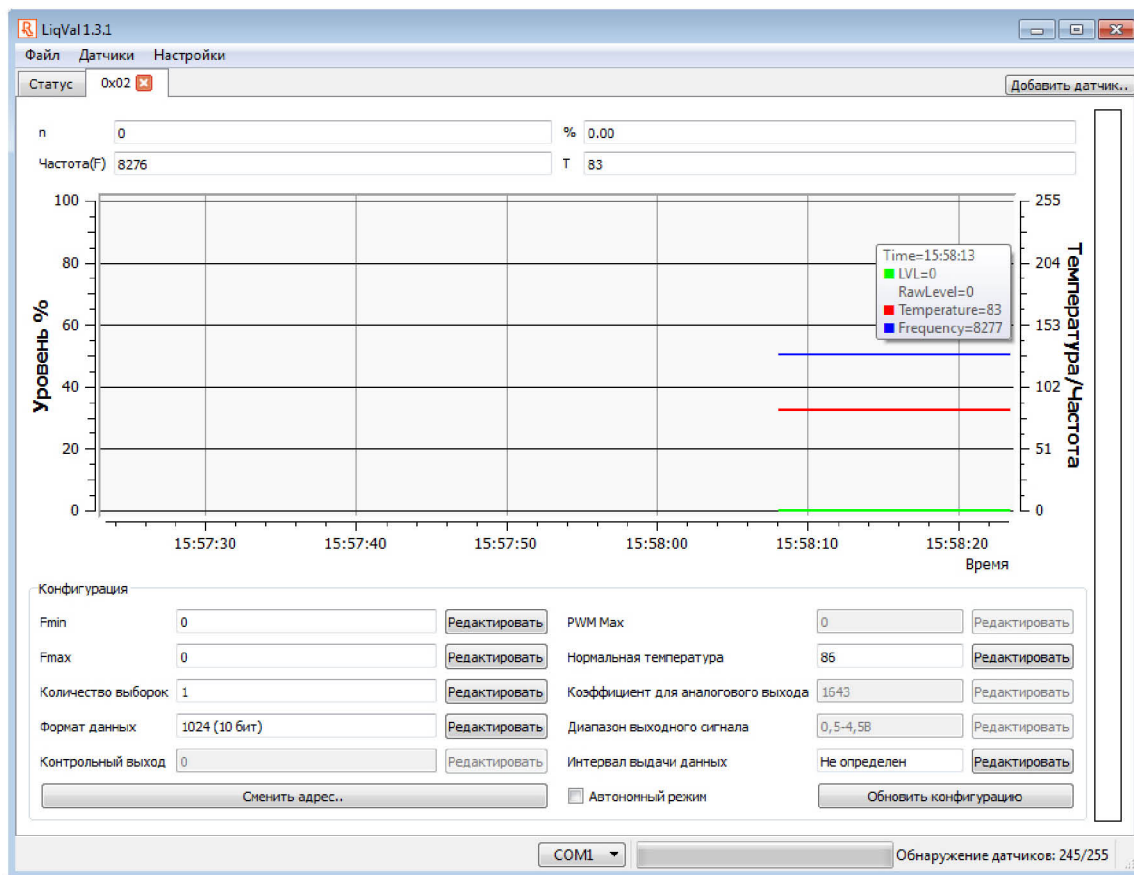

Рисунок 6. Вид окна программы после подключения к датчику
5. Программа произведет подключение к указанной модификации датчика, окно программы примет вид (рисунок 6).